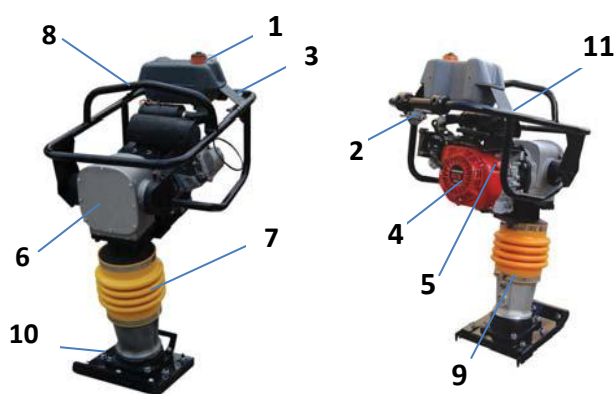

Рис. 1
4.1 Общий вид вибротрамбовки схематично представлен на рис. 1: